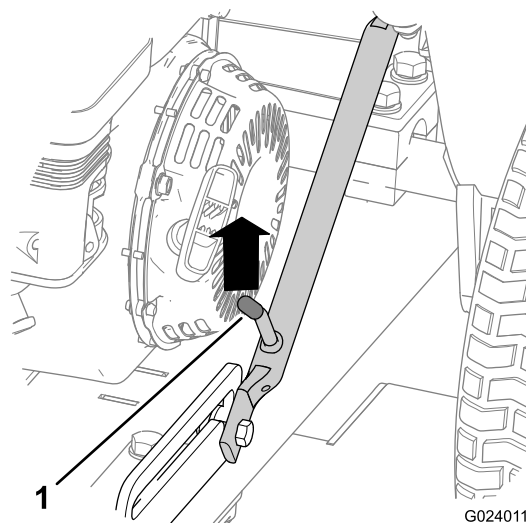
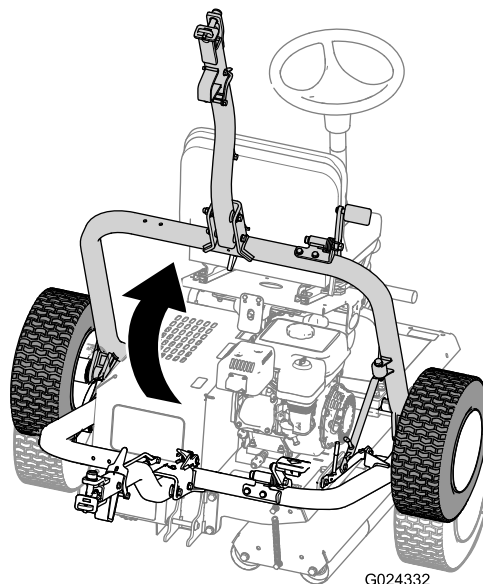

图15
图19
- A. 向上推动挂钩组件、直至门锁杆从滑块锁销中松开 (图15)。
D. 提起挂钩（图19）、直到门锁杆锁入滑块锁销（图15）。